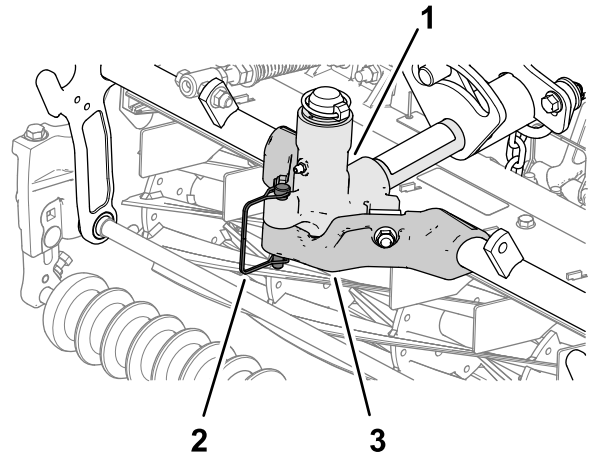

Рисунок 54
1. Закрепите несущую раму режущего блока в поворотной втулке с помощью стопорного штифта, как показано на Рисунок 54.